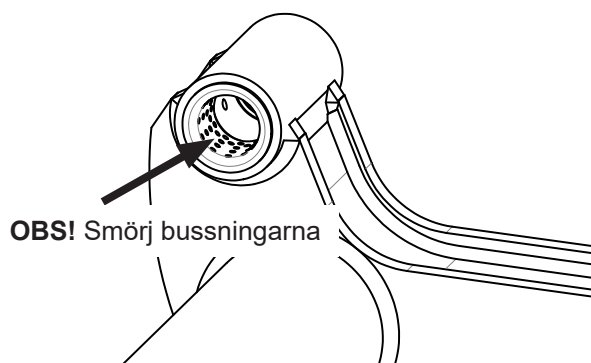

Bild 34. Var noga att initialsmörja bussningarna
2. Smörj bussningarna på övre lagring av arm, Se Bild 34. Använd LE smörjmedel 4622 eller motsvarande.